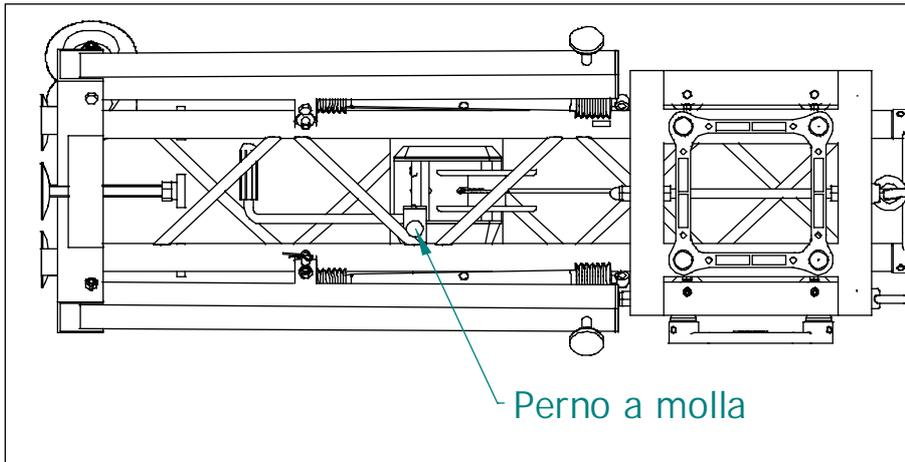
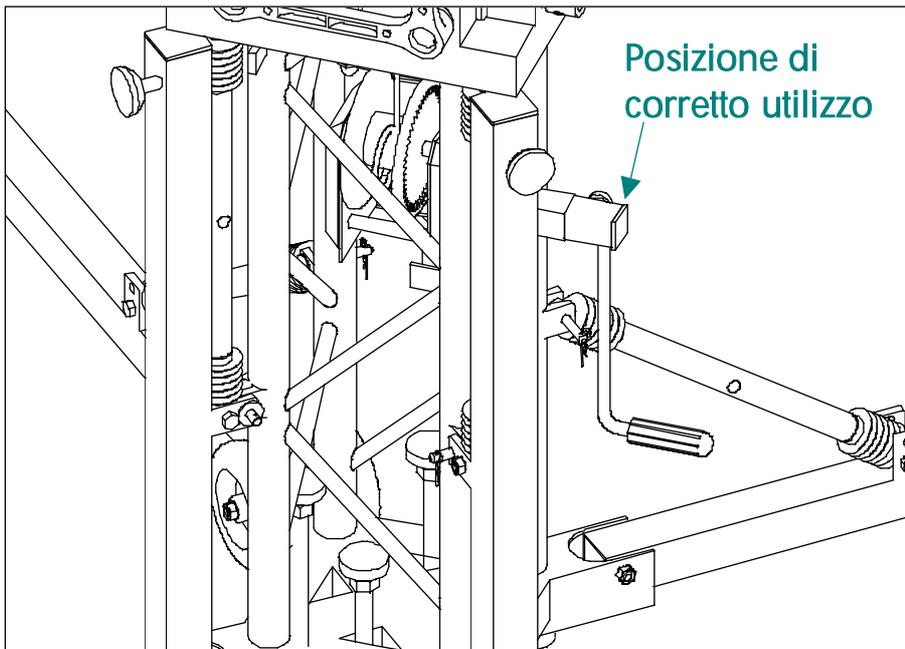
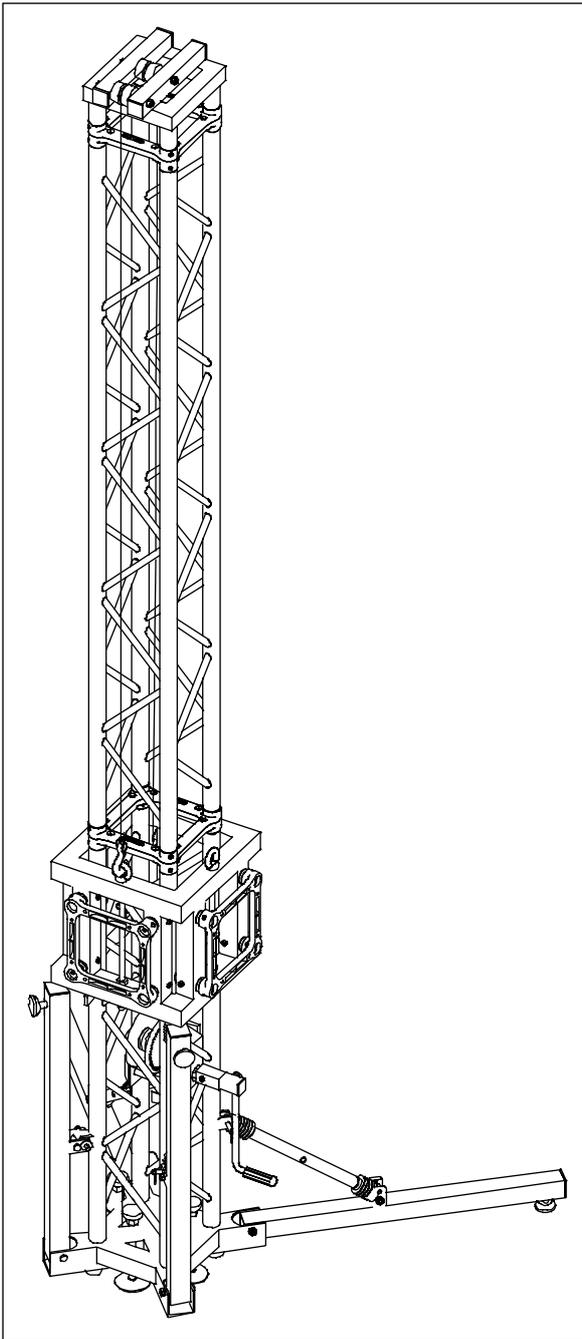

Fig. 8
Fig. 9
Fig. 10
7. la Towerlift viene fornita, per ragioni di trasporto, con la manovella del verricello posta nella posizione indicata da fig. 8 per cui bisogna procedere al suo montaggio in posizione corretta; la manovella è dotata di un perno a molla sul quale si dovrà agire per toglierla dalla posizione iniziale (fig. 9) e per fissarla nella posizione di corretto utilizzo (fig. 10).